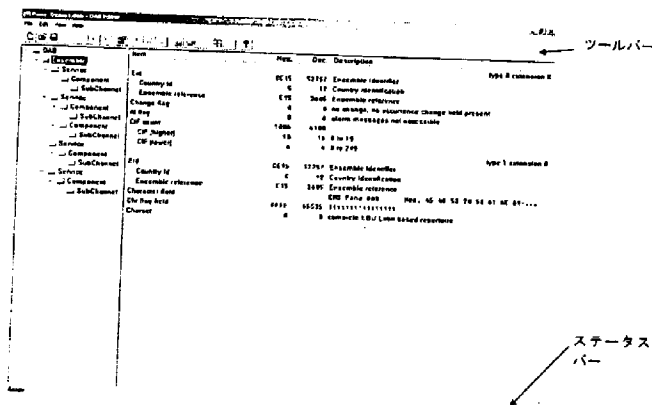

図 9-3 メインメニュー
- ② <Toolbar>あるいは<Status bar>をクリックしてチェックをはずすと、ツールバーあるいはステータスバーは表示されません。(「図 9-3 メインメニュー」を参照)